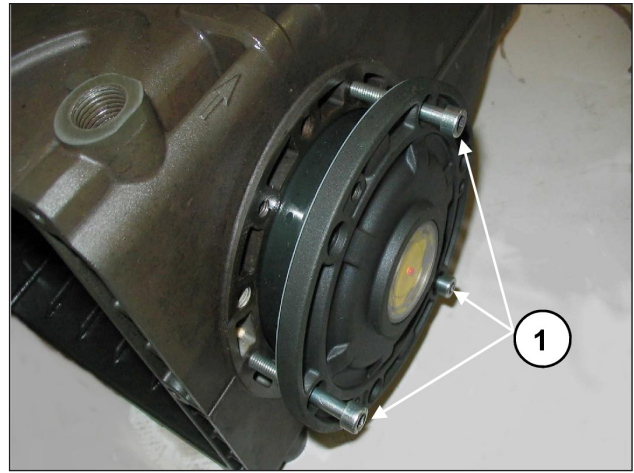

Fig. 8
Avant de monter les couvercles latéraux, s'assurer de la présence des joints toriques d'étanchéité et des bagues d'appui uniquement sur le couvercle côté voyant. Pour faciliter l'insertion du premier tronçon et donc l'insertion des couvercles sur le carter, il est conseillé d'utiliser 3 vis M6 x 40 partiellement filetées (Fig. 8, rep. ①) pour ensuite compléter l'opération avec les vis fournies (M6x16).
Pour l'assemblage des deux couvercles latéraux au carter, on peut utiliser 3 vis M6x40 pour une première phase d'orientation, comme préalablement indiqué Fig. 8, et les vis prévues pour la fixation finale.